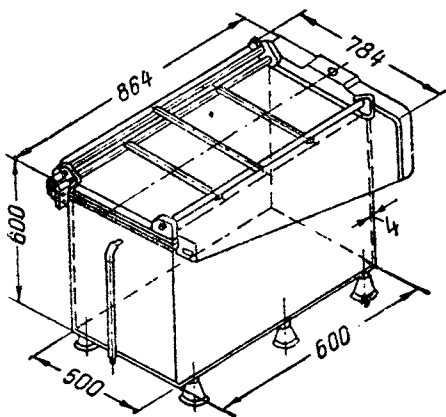

Рис. 6. Ванна электролитического обезжиривания
- 3) ванны электролитического обезжиривания (рис. 6);